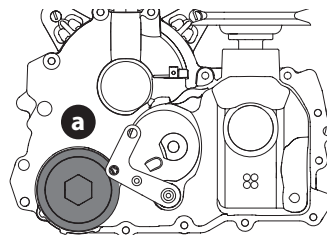
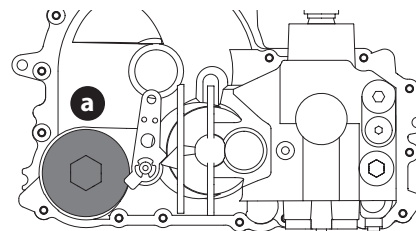

Figura 50
Figura 51
2. Coloque un recipiente adecuado debajo de la tapa del filtro de aceite (a) de la transmisión. Retire la tapa del filtro de aceite de la transmisión para drenar el aceite (Figura 50 para serie 700, Figura 51 para serie 900). Extraiga y deseche la junta tórica.
4. Coloque el filtro nuevo y ajuste una junta tórica nueva en la tapa del filtro (a) (Figura 50 y Figura 51).